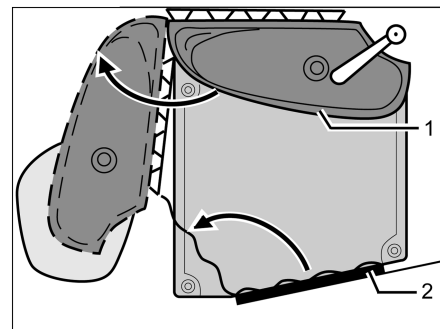

Fig. 349 Inodoro Vario
- Girar el lavabo con la pared dorsal (Fig. 349,1) en dirección de la flecha.
- Entrar en el cuarto de aseo, cerrar la puerta de entrada (Fig. 349,2) desde dentro y bloquearla.